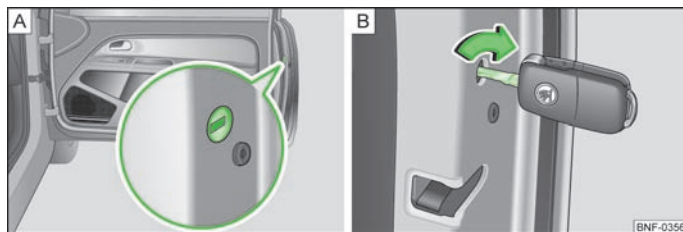

Fig. 13 Bloccaggio di emergenza della porta
Nella parte frontale delle porte sprovviste di cilindro di chiusura si trova un meccanismo per il bloccaggio di emergenza » fig. 13 - A, che è visibile solo dopo aver aperto la porta.
- Inserire la chiave nella fessura » fig. 13 - A e girarla per la porta destra in senso orario in posizione orizzontale » fig. 13 - B e girarla per la porta sinistra in senso antiorario.